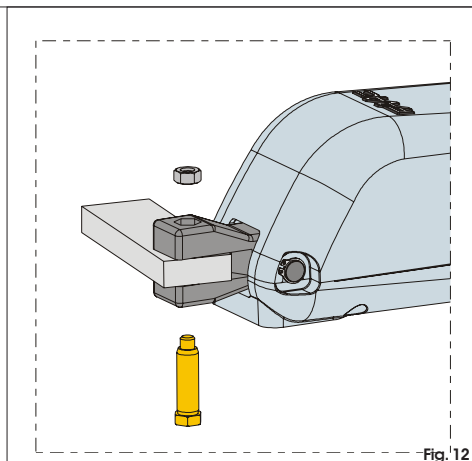

Fig. 12
5) Fije el operador a la brida posterior por medio de los pernos suministrados en dotación, tal y como se indica en la Fig.12.